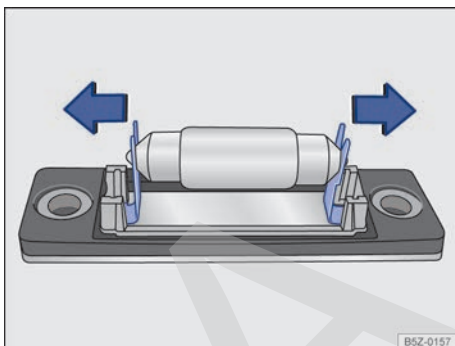

Fig. 182 Luz de la placa de licencia: remover la lámpara.
5. Retirar cuidadosamente la lámpara presionado en las trabas \Rightarrow fig. 182 en el sentido de las flechas.
10. Remover los tornillos de fijación (A) y apretarlos.